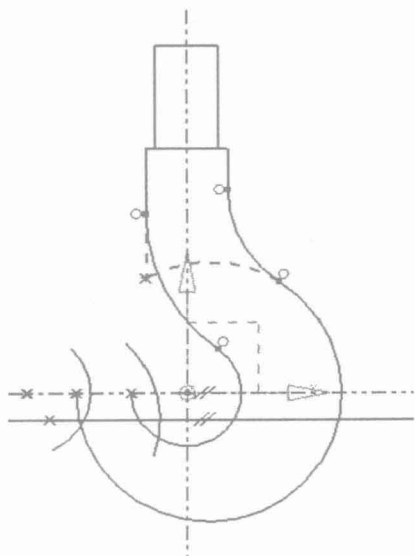

图 1-10 绘制圆弧
(9) 单击“特征”工具栏上的【生的线条】按钮，作距离为“9”的直线，分别在直线和水平参考线上作 $R24$ 和 $R14$ 的圆弧，如图 1-10 所示。